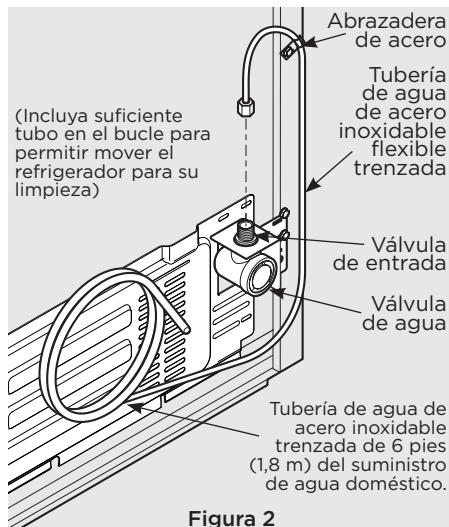

Figura 2
- Si utiliza tuberías de acero inoxidable flexibles y trenzadas, la tuerca ya está montada en el tubo. Deslice la tuerca en la entrada de la válvula y ajuste la tuerca con los dedos en la válvula. Ajuste otra media vuelta con una llave inglesa; NO ajuste en exceso. Ver la figura 2.